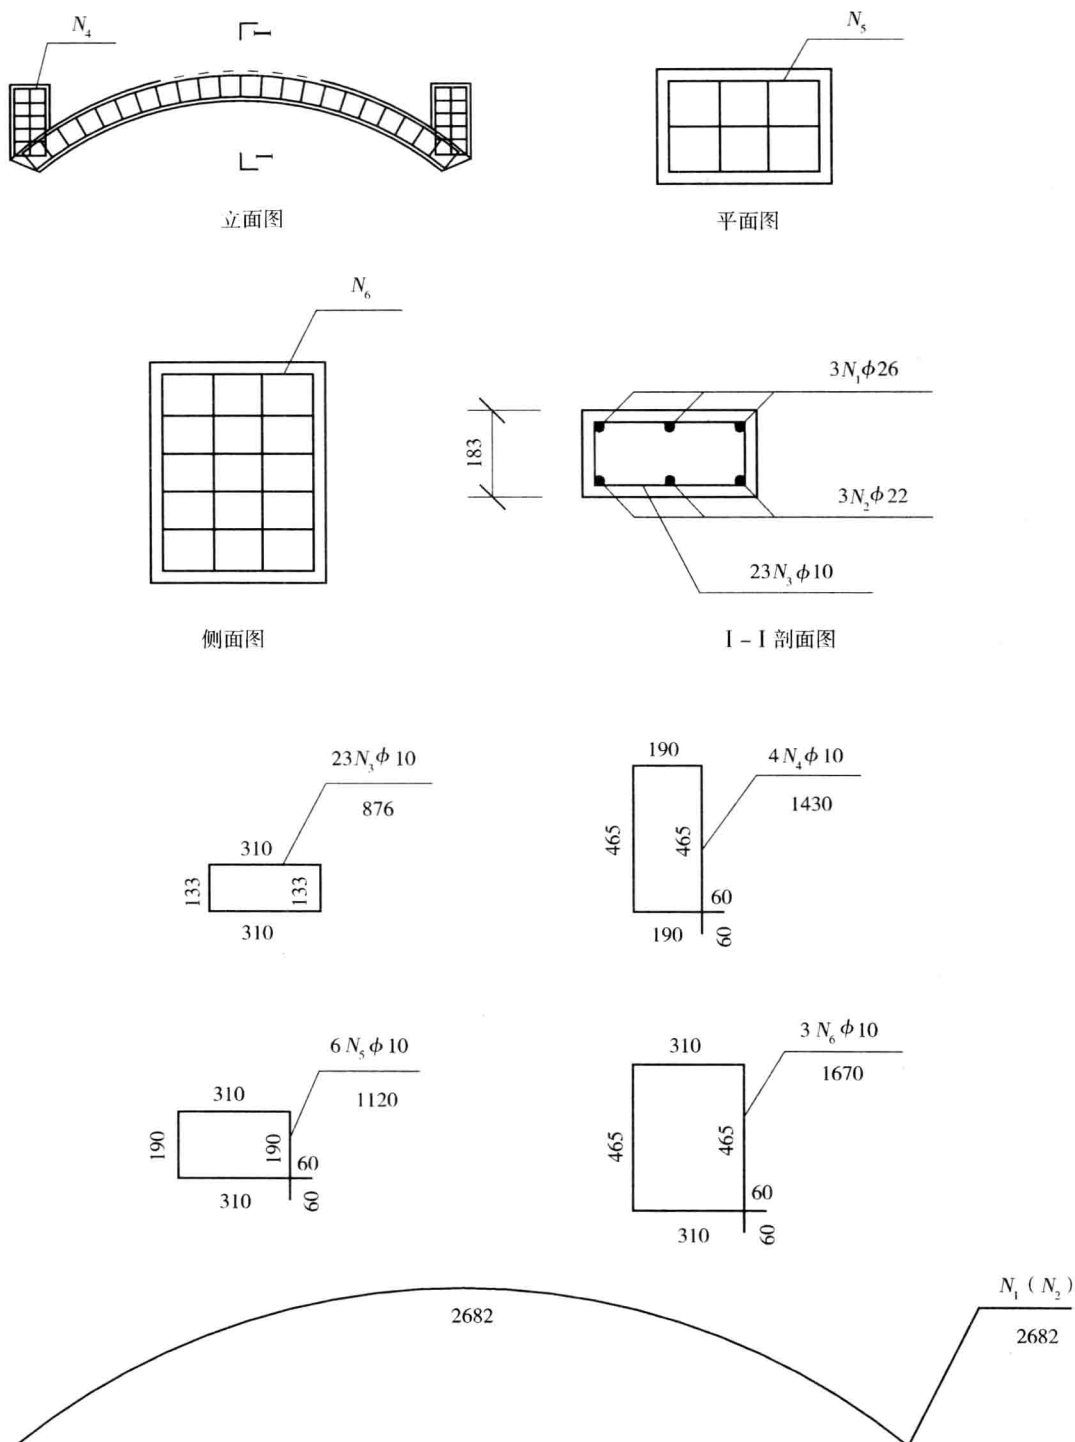

图 1-8 肋拱及立柱钢筋构造图
(15) 现浇立柱工程量计算(如图 1-8):
(16) 现浇肋拱工程量计算(如图 1-8):